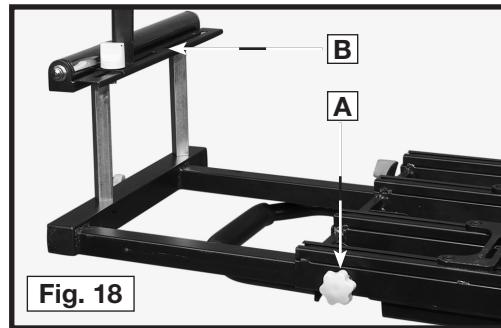

Fig. 18
1. Faites tourner le bouton de blocage du mouvement horizontal du rouleau de rallonge (élément A de la figure 18) dans le sens inverse des aiguilles d'une montre.
2. Déplacez le rouleau de rallonge (élément B de la figure 18) vers l'extérieur ou vers l'intérieur, selon la longueur de la pièce à travailler.